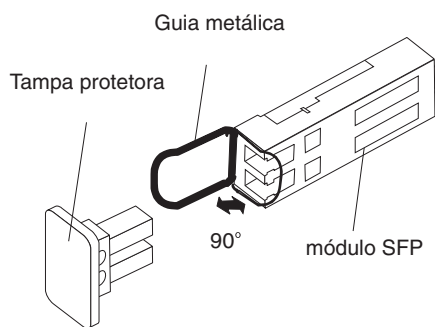

Figura 60. Destravando a Trava do Módulo SFP - Variedade Metálica
- Para módulos SFP que contêm guias metálicas, destrave a trava do módulo SFP puxando a trava metálica 90° para fora, conforme mostrado na Figura 60.